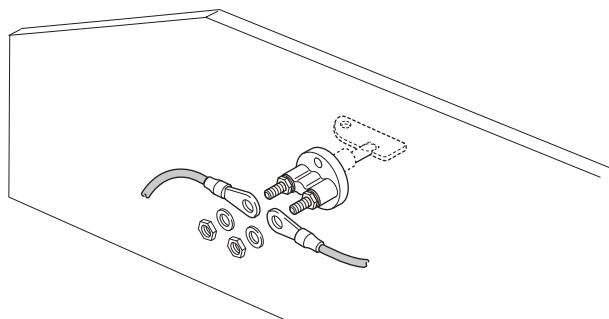
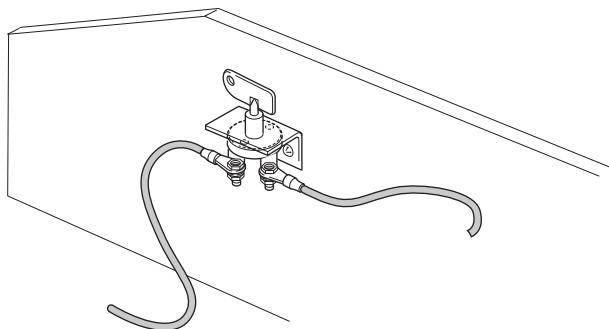

Fig. 43
Fig. 44
- Seleccione una opción de montaje adecuada para el seccionador de baterías (véase ejemplos de montaje (Fig. 43)Fig. 44).